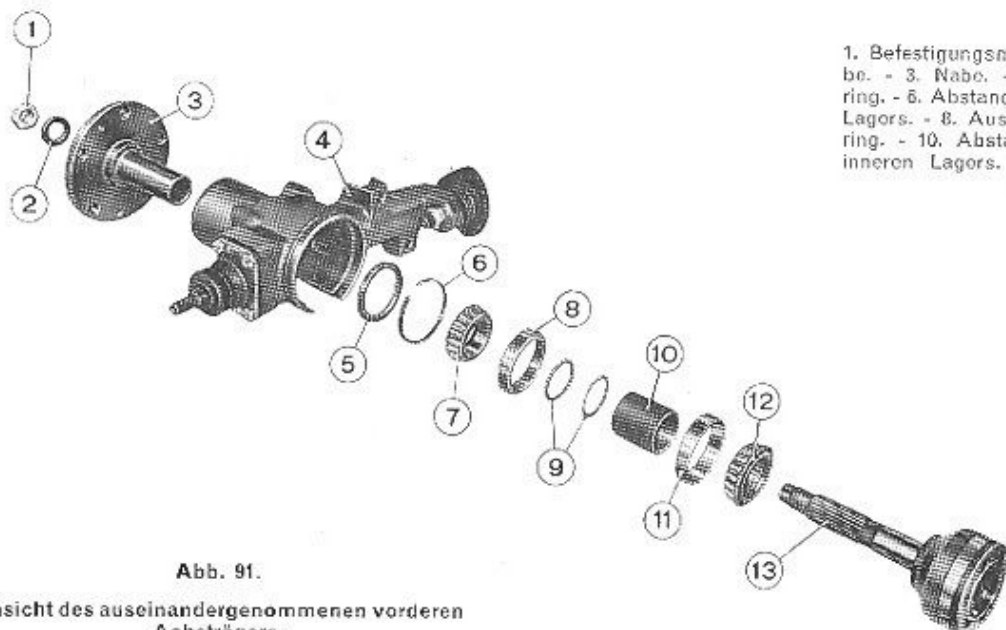

Abb. 91.
- die Nabe (3, Abb. 91) wird herausgezogen, dann der Dichtungsring (5), der äussere Abstandsring (6), der innere Ring des äusseren Lagers (7), die Stellringe (9), und die Abstandshülse (10);
- jetzt wird aus dem Achsträger das Achsgelenk (13, Abb. 91), einschliesslich der Achse und des inneren Lagerrings (12) herausgenommen;
- schliesslich werden die äusseren Lagerringe (8 und 11, Abb. 91) vom Achsträger abgenommen.